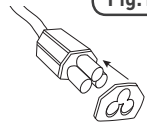

Fig.1
- ⚠ STELLEN SIE BEIM EINSATZ DES HEIZGERÄTES IN EINEM BEREICH, IN DEM ES MIT WASSER IN BERÜHRUNG KOMMEN KÖNNTE, UND ZUR FORTLAUFENDEN EINHALTUNG DER IP44-BEWERTUNG SICHER, DASS DAS NETZKABEL AUF DEM STECKERENDE MIT DER SCHWARZEN SCHAUMDICHTUNG VERSEHEN IST, BEVOR ES IN DAS SUPERFLACHE HEIZGERÄT GESTECKT WIRD [ABB. 1].